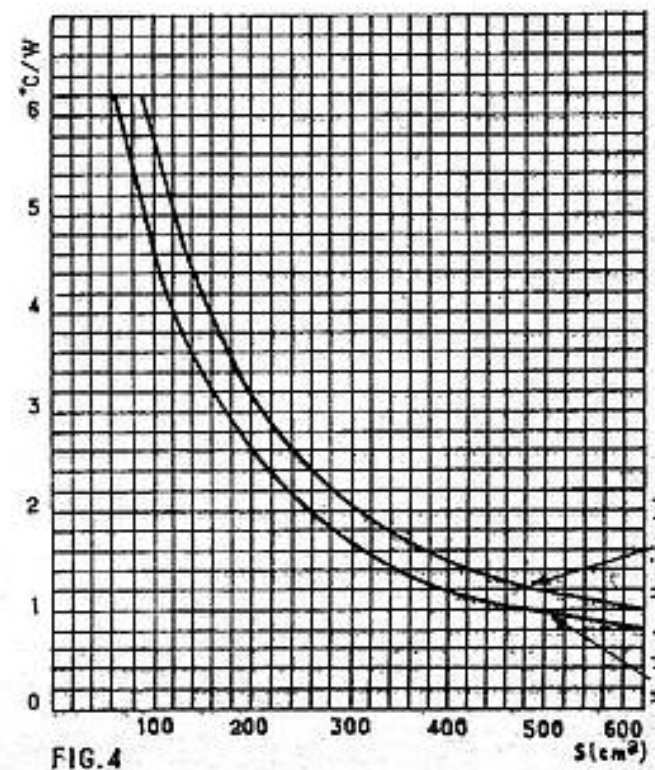
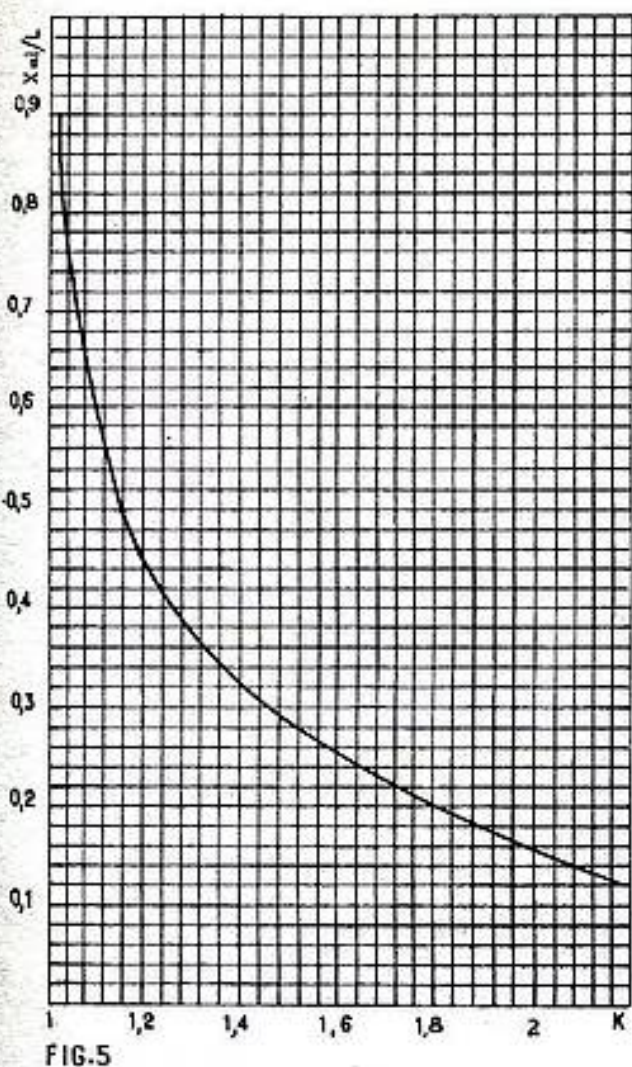

FIG. 4
FIG. 5
Connaissant $F(S)$ on peut à l'aide de la courbe de la figure 4 trouver la surface. Vous remarquerez que ces courbes tien-
nent compte du fait que le radiateur est horizontal ou vertical. Elles concernent les radiateurs de forme carrée. Remarquons que la forme a surtout une influence sur F(S). Lorsqu'il s'agit d'un radiateur rectangulaire il faut multiplier la partie F(S) de la résistance thermique Ra par un coefficient de proportionnalité. Ce coefficient K est donné en fonction du rapport $X = l/L$ des côtés du rectangle par la courbe de la figure 5. Lorsque l'on connaît cette valeur de F(S) corrigée on peut à l'aide de la courbe de la figure 4 déterminer la surface. Il est alors facile de calculer les dimensions du radiateur (petit et grand côtés).
Mais nous avons prévu une forme rectangulaire dont les côtés sont dans le rapport 0,5 (1/2) donc ce cas le coefficient de proportion donné par la figure 4 est 1,16, calculons donc la valeur de R(S) corrigée :